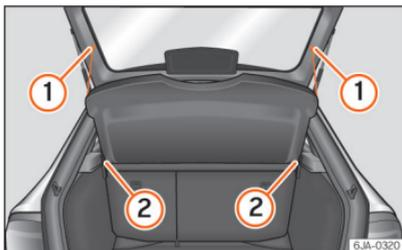

Abb. 164 Gepäckraumabdeckung ausbauen.
- Lösen Sie die Träger der Gepäckraumabdeckung (1) » Abb. 164.
- Entfernen Sie die Abdeckung aus der Aufnahme (2), indem Sie leicht mit der Hand gegen die Unterseite der Abdeckung schlagen.